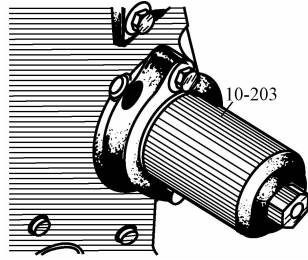

图 2-3 安装中间轴密封圈
(3) 用专用工具 VW10-203 安装中间轴密封圈,如图 2-3 所示。